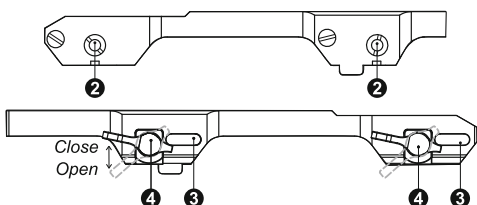

Fig.3
- Premere i chavistelli (3) e spostare i morsetti (4) dalla posizione "OPEN" alla posizione "CLOSE" (fig.3).
- Assicurarsi che l'attacco sia fissato in modo saldo stringendo i dadi (2) e i morsetti (4).
- Premere i chavistelli (3) e spostare i morsetti in posizione "OPEN"; ora il cannocchiale può essere facilmente rimosso dal binario.